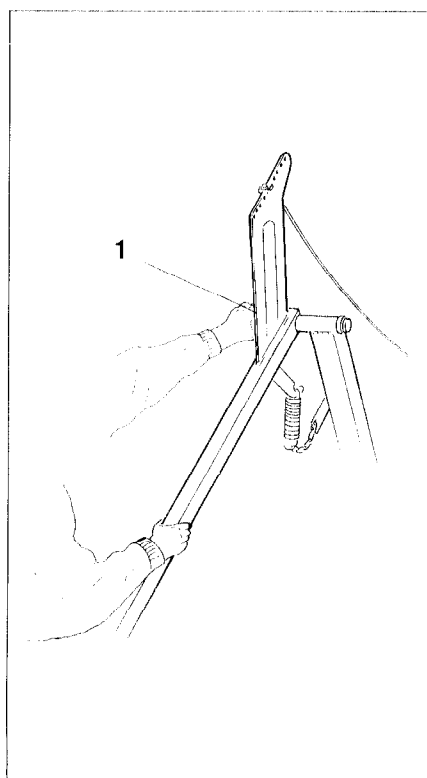

Fig. 10.11
- Spuranreißer am Griff (Fig. 10.11/1) festhalten und in Arbeitsstellung bringen.